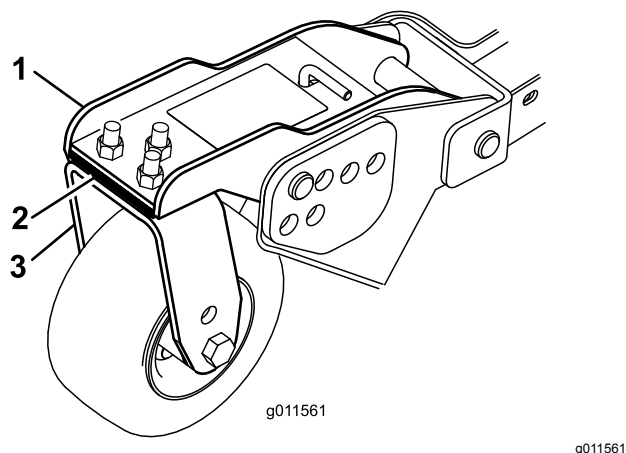

Figura 35
Gire la cuchilla de cada eje hasta que los extremos estén orientados hacia adelante y hacia atrás. Mida desde el suelo hasta la punta delantera del filo de corte. Ajuste los suplementos en los brazos de las ruedas giratorias delanteras hasta que la altura de corte se corresponda con la marca de la pegatina (Figura 35). Para el eje de la cuchilla exterior solamente, consulte Ajuste de la inclinación de la carcasa de corte \(página 69\).
3. Si el borde interior de la carcasa lateral está demasiado alto respecto al borde exterior de la carcasa delantera, retire un suplemento de la parte inferior del brazo interior delantero de la rueda giratoria en la carcasa lateral del cortacésped (Figura 35).